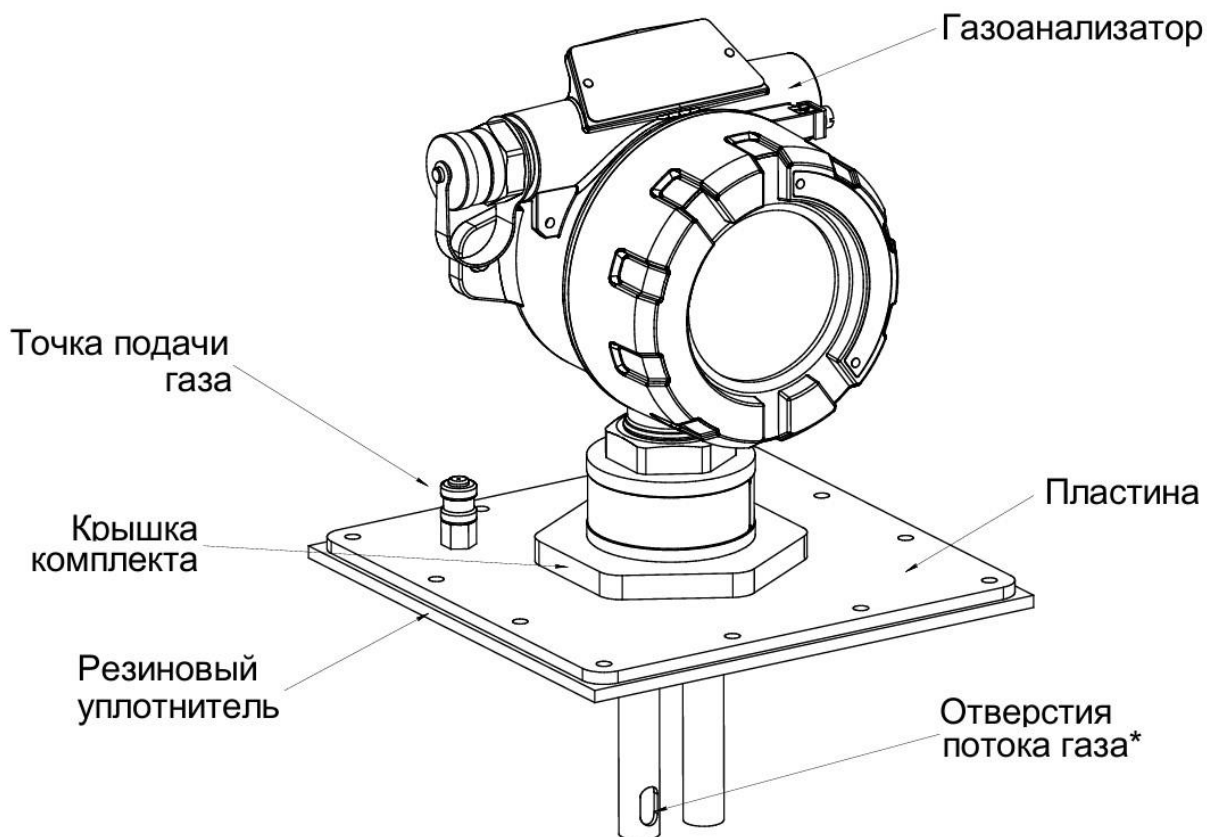

Рисунок 8 – Внешний вид газоанализатора и комплекта для монтажа в воздуховоде
- б) Снять влагозащитную насадку с газоанализатора (Рисунок 8Д);
- в) Вкрутить газоанализатор в крышку комплекта (Рисунок 8);